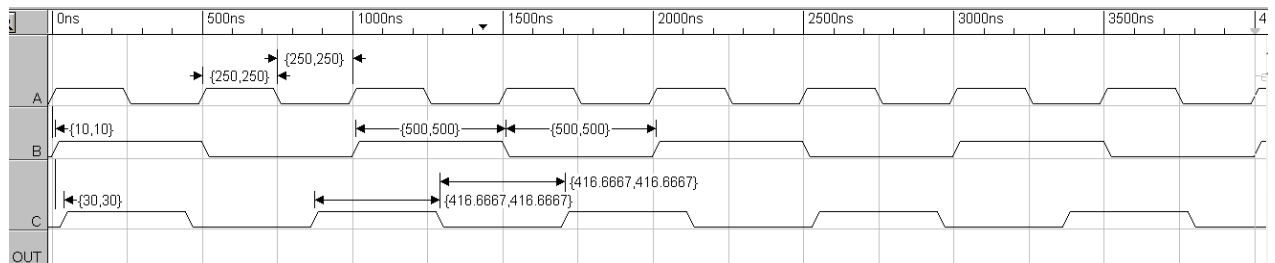

Figura 7
7. Dibuje la forma de onda de salida del siguiente circuito considerando la Figura 7 como entrada al mismo, los tiempos están en ns ($\{500,500\}$ son 500ns):